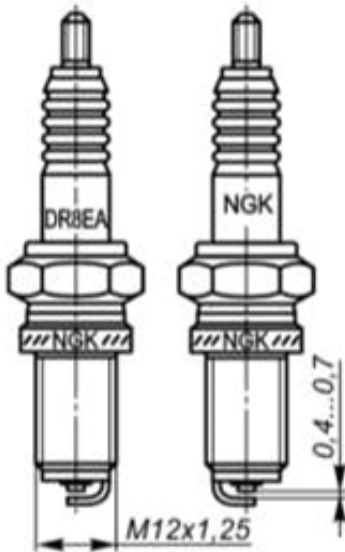

Рисунок 7 – Свеча зажигания
**Свеча зажигания** (рисунок 7) предназначена для воспламенения топливной смеси в камере сгорания двигателя.